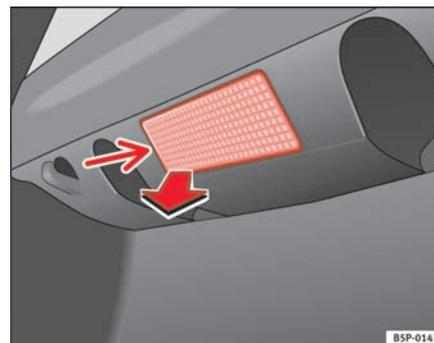

Fig. 174 Luce bagagliaio
- Estrarre il paralume facendo pressione sul bordo della parte interna dello stesso -freccia- aiutandosi con la parte piana di un cacciavite ⇒ fig. 174. ▶